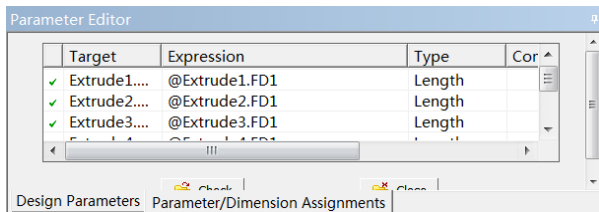

图 3-113 所有已选参数的表达式
2) 单击 Parameter Editor 窗口中的“Parameter/Dimension Assignment”标签，弹出如图 3-113 所示的窗口，从中可以看到所有已选参数的表达式。